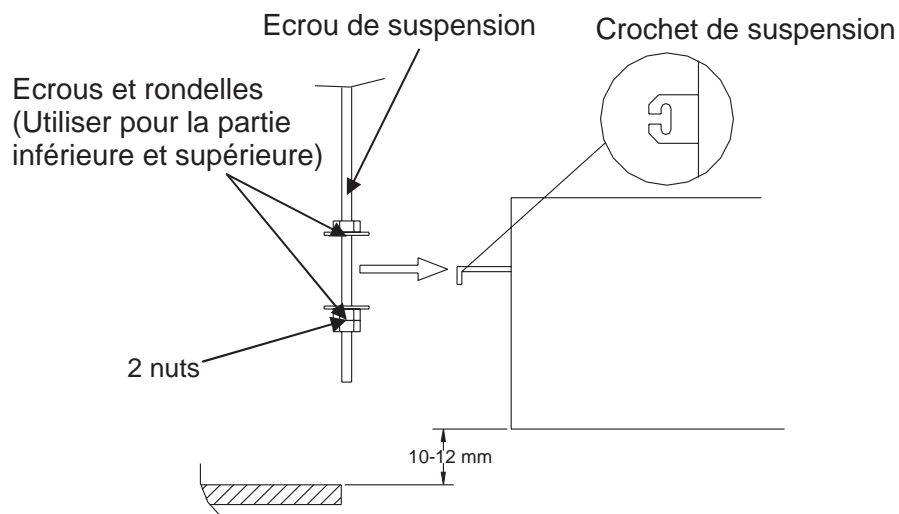

Figure 9
4. Pour prévenir le desserrage des boulons, il est recommandé d'utiliser trois écrous hexagonaux (préparés sur le site) et deux rondelles (accessoire) pour chaque boulon de suspension. Faites attention à utiliser 2 écrous dans la partie inférieure. (Figure 9)
5. Ajustez la distance entre l'unité et le bas du plafond à 10~12 mm. Serrez tous les écrous sur les boulons de suspension (Figure 9)